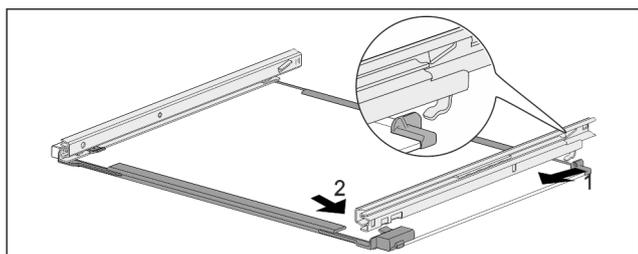

Fig. 108 Tablette en verre avec rails
- Accrocher le rail à l'arrière. Fig. 108 (1)
- Accrocher le rail à l'avant. Fig. 108 (2)